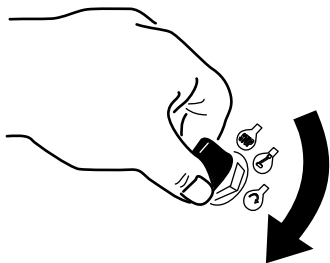

Figura 11
2. Girate la chiave di accensione in posizione di AVVIAMENTO (Figura 11).